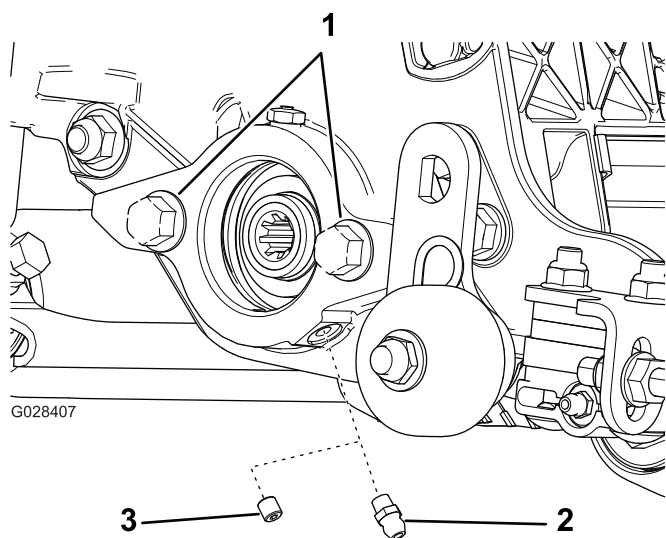

図 5
ねじは廃棄する 図 5。
2. グリスフィッティングストレートを取り付ける 図 5。
3. リールモータのサイドプレートにボルトが付いていない場合は取り付ける 図 5。
バーチカッターは、全部で 5 つある取り付け位置のどこにでも取り付けることができます。図 5 のように、取り付け位置によって駆動モータの装着場所が変わりますから注意してください。バーチカットユニットの右側に油圧モータを取り付ける場合には、必ずユニットの左側にカウンタウェイトを取り付けます。ユニットの左側に油圧モータを取り付けた場合には、必ずユニットの右側にカウンタウェイトを取り付けます。